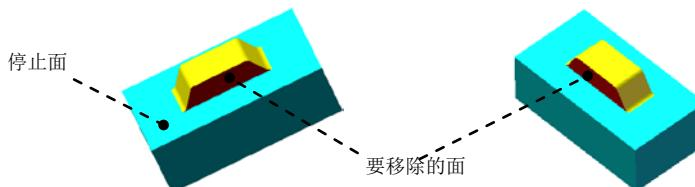

图 15.3.7 成形工具 2
Step5. 创建图 15.3.7 所示的零件特征——成形工具 2。
(1) 选择命令。选择下拉菜单 **插入(I)** → **钣金(O)** → **成形工具** 命令。
(2) 定义成形工具属性。
① 定义停上面。激活“成形工具”对话框的 **停上面** 区域，选取图 15.3.7 所示的模型表面为停上面。
② 定义移除面属性。激活“成形工具”对话框的 **要移除的面** 区域，选取图 15.3.7 所示的模型表面为要移除的面。
(3) 单击 按钮，完成成形工具 2 的创建。